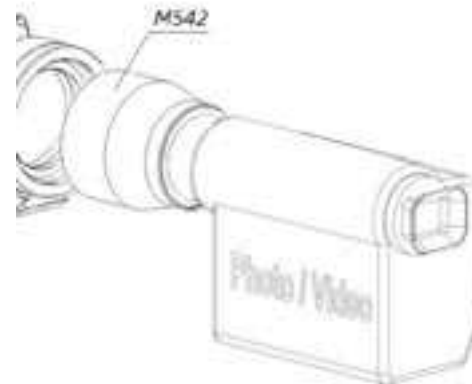

Abb. 18: Einsatz mit Foto/Video
- Schrauben Sie den Adapterring M542 bis zum Anschlag in das Okular des Geräts ein, wie in Abb. 18 gezeigt;